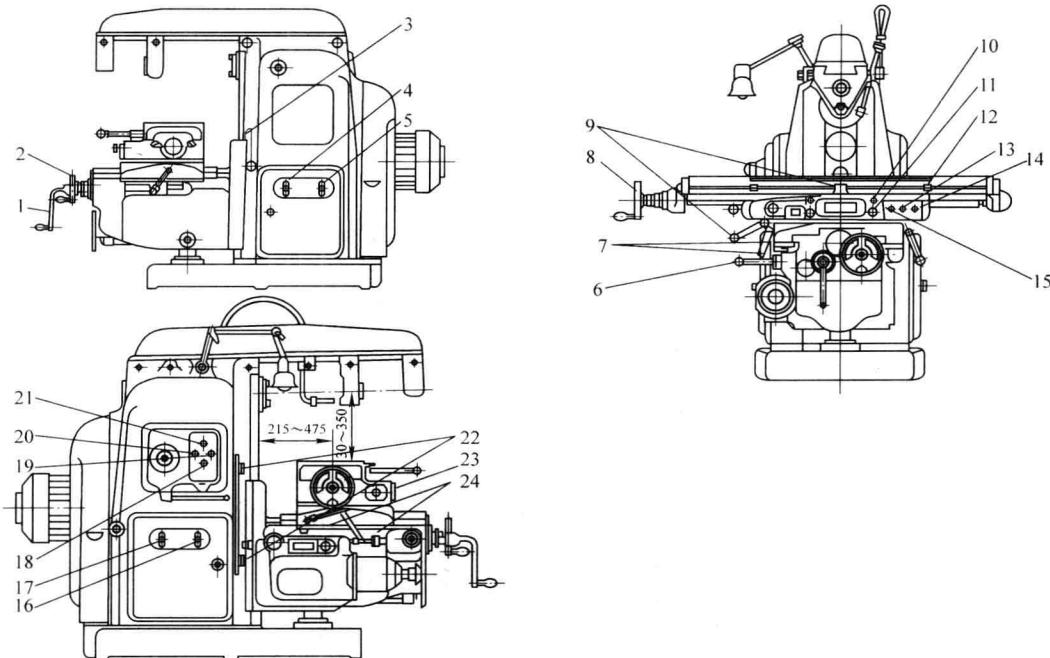
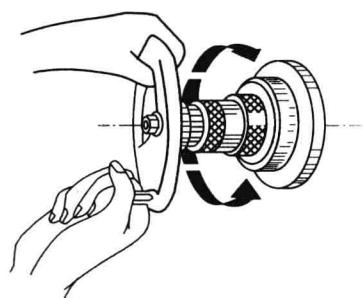
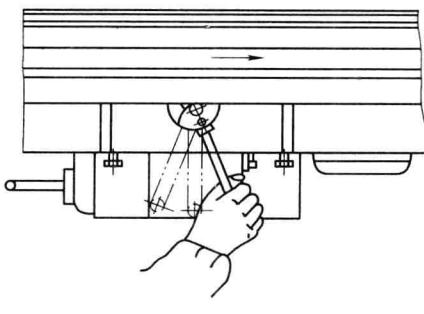
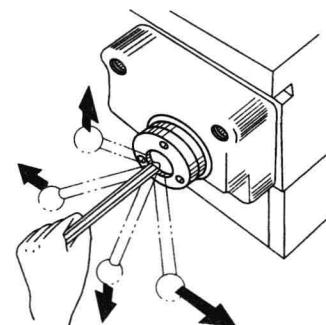

图 1-4 X6132 型卧式铣床操纵位置图
图 1-7 纵向手动进给姿势
图1-8 工作台纵向机动进给操作
图1-9 工作台横向、垂向机动进给操作
铣床的型号很多，本任务以图 1-4 所示的 X6132 型卧式铣床为例，介绍其操作位置及操作方法。
(1) 纵向手动进给 工作台纵向手动进给手柄 8 在工作台的左端，如图 1-4 所示。手动进给时，将手柄与纵向丝杠接通，右手握手柄并略加力向里推，左手扶轮子作旋转摇动，如图 1-7 所示。摇动时，速度要均匀适当。顺时针摇动手柄，工作台向右移动动作进给运动；反之则向左移动。纵向刻度盘圆周刻线共 120 格，每摇一转，工作台移动 6mm，每摇过一格，工作台移动 0.05mm。
(2) 横向手动进给 工作台横向手动进给手柄 2 在垂向工作台前面，如图 1-4 所示。手动进给时，将手柄与横向丝杠接通，右手握手柄，左手扶轮子作旋转摇动。顺时针方向摇动手柄，工作台向前移动；反之则向后移动。每摇一转，工作台移动 6mm，每摇过一格，工作台移动 0.05mm。
(3) 垂向手动进给 工作台垂向手动进给手柄 1 在垂向工作台前面左侧，如图 1-4 所示。手动进给时，将手柄离合
(1) 纵向机动进给 工作台纵向机动进给手柄9(图1-4)为复式手柄，共有三个位置，即向右、向左及停止，如图1-8所示。手柄向右扳动，工作台向右进给；手柄的中间位置为工作台的停止位置；手柄向左扳动，工作台向左进给。
(2) 横向、垂向机动进给 工作台横向及垂向机动进给手柄6(图1-4)为复式手柄，共有五个位置，即向上、向下、向前、向后及停止。手柄向上扳，工作台向上进给，反之则向下；手柄向前(操作者面对方向)扳，工作台向里进给，反之则向外；手柄处于中间位置时，进给停止，如图1-9所示。